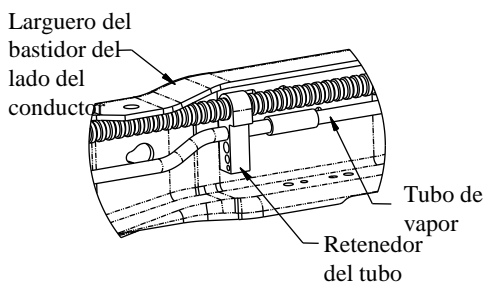
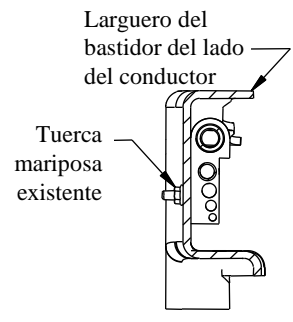
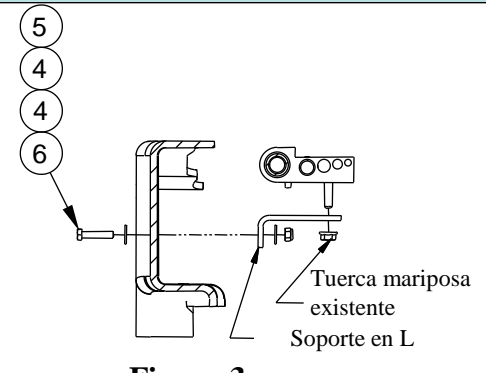

Figura 3a
Figura 3b
Figura 3c
2. **Para modelos de motor de gas 2005 y posteriores únicamente** El tubo de vapor que va a lo largo del costado interior del larguero del bastidor del costado del conductor se debe volver a instalar antes de instalar el soporte del costado del conductor. Ver Figura 3a. Quite la tuerca mariposa del exterior del bastidor y guarde para uso posterior. Ver Figura 3b. Rote todos los tubos hacia arriba y afuera del camino. Instale el soporte el L con piezas de 1/4", como se muestra en la Figura 3c. Apriete el soporte en L al bastidor, pero deje el retenedor del tubo suelto como ayuda en la instalación del soporte.
14. **Para modelos de motor de gas 2005 y posteriores únicamente** Use la tuerca mariposa de fabrica que se retiró en el paso 2 para apretar el retenedor de tubo en el soporte en L como se muestra en la Figura 3c.
12. Instale las arandelas cónicas de 5/8" (4) y tuercas (5) de 5/8" en los pernos. Ajuste las piezas.
16. **Para modelos de motor de gas 2005 y posteriores únicamente** Use la tuerca mariposa de fabrica que se retiró en el paso 2 para apretar el retenedor de tubo en el soporte en L como se muestra en la Figura 3c.